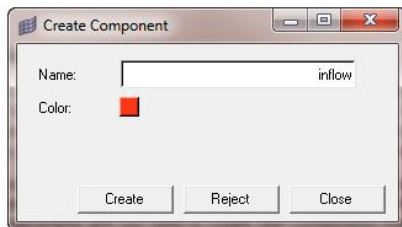

图 5-151 创建新组件并命名为 inflow
(1) 将 CFD_Tetramesh_core 集合重命名为 fluid。这个集合将保留所有的 3D 体网格单元。
(2) 选择 BCs>Organize，将 CFD_boundary_layer 集合中的所有单元移动到 fluid 集合中。
(3) 选择 BCs> Faces 来自动生成 ^faces 集合，其中包含了 fluid 集合中单元的面网格。
(4) 选择 BCs > Component > Single 来创建两个新组件并命名为 inflow 和 outflow。组件创建窗口如图 5-151 所示。